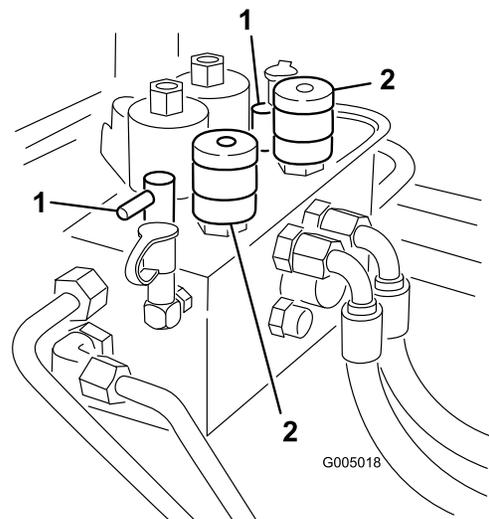

Figura 81
3. Localice los mandos de selección de la velocidad del molinete y los mandos de autoafilado (Figura 81). Gire el/lo(s) mando(s) de autoafilado deseado(s) a la posición de autoafilado y ponga el/los mando(s) deseado(s) de selección de la velocidad del molinete a la posición 1.